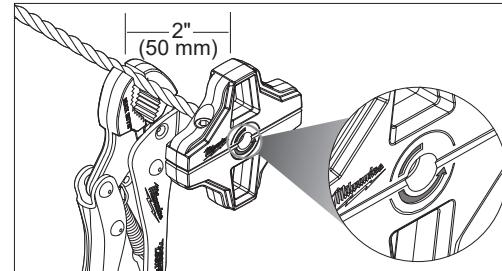

Fig. 4
- Use non marring tool or protect the tape, if desired. Hold the PET tape with pliers 2" from the end of the thread former and push the thread former towards the PET tape to the thread former hole while rotating the thread former counterclockwise, as indicated on the thread former (Fig. 4). Make sure the PET tape is secure in the thread former. If overtightened, the results may be poor.
- Utiliser un outil de protection ou mettre une protection sur le ruban, si désiré. À l'aide de la pince, tenir le ruban 50 mm (2") par rapport au bout de la matrice de filetage. Ensuite, la pousser vers la matrice de filetage vers le ruban PET, dans l'orifice de la matrice de filetage, lorsque la matrice tourne à gauche, comme indiqué sur elle (Fig. 4). S'assurer que le ruban PET est bien mis en place sur la matrice de filetage. Si l'il est trop serré, les résultats à obtenir seront mauvais.
- Utilice una herramienta de protección o proteja la cinta, si así lo desea. Utilice las pinzas para sostener la cinta PET a 50 mm (2") del extremo de la guía de cuerdas y empújela hacia la cinta PET en el orificio de la guía de cuerdas mientras gira la cuerda hacia la izquierda, tal como se indica en la guía de cuerdas (Fig. 4). Asegúrese de que la cinta PET esté bien fija a la guía de cuerdas. Si está demasiado apretada, los resultados podrían ser deficientes.